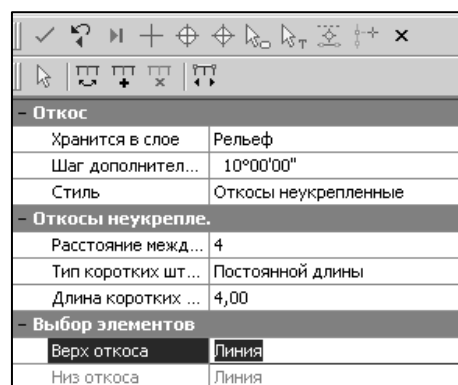

Рис. 3.13. Настройки в окне «Параметры»
10.5. Выполните графическое построение откоса СИТУАЦИЯ – ОТКОСЫ – СОЗДАТЬ . Захватите верх откоса (курсор в режиме ) , затем укажите точку, являющуюся началом структурной линии и обведите по контуру до конечной точки этой же структурной линии. Укажите ее (курсор в режиме ) . Аналогично укажите низ откоса. В окне ПАРАМЕТРЫ установите настройки согласно рис. 3.13.